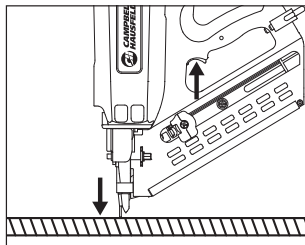

Figure 15
3. **RETIRER** le doigt de la gâchette. Vérifier la pointe PC en plaçant la buse de l'outil contre une surface solide et en enfonçant la buse comme vous le feriez en usage normal. Tirer sur la gâchette. L'outil **DOIT** s'activer (voir la figure 15).